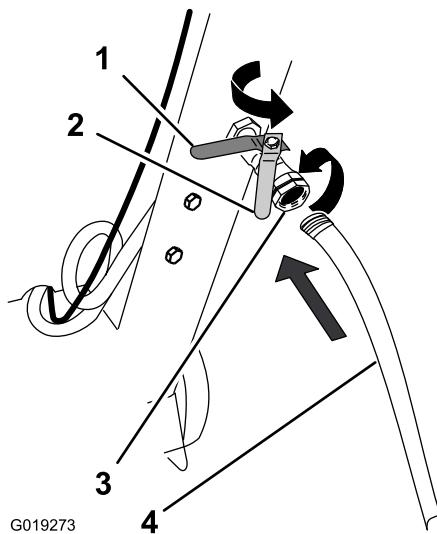

Figure 28
2. Au dos de la machine et sous la console de l'utilisateur, localisez le robinet d'arrêt d'eau et le raccord (Figure 28).
3. Vérifiez que la poignée du robinet d'arrêt de carburant est en position fermée (Figure 28).
4. Placez le flexible en face du raccord et vissez-les ensemble (Figure 28).
7. **Pour la coupe humide**, tournez la poignée du robinet d'eau en position ouverte (Figure 28).
3. **Pour la coupe humide**, tournez la poignée du robinet d'arrêt d'eau en position fermée (Figure 28).